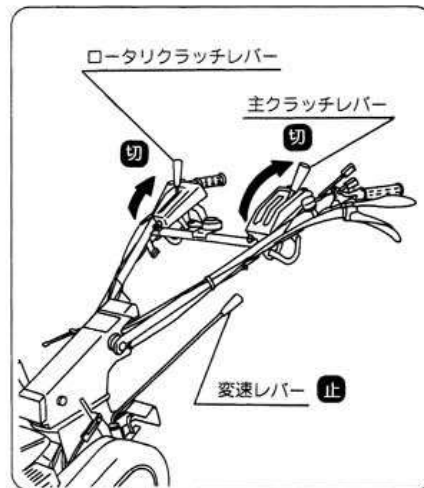

図22
- ① 主クラッチレバーを手前に引いて〔切〕位置にしてください。(図22)
- ② 変速レバーを〔止(N)〕位置にしてください。(図22)
- ③ ロータリクラッチレバーを手前に引いて〔切〕位置にしてください。(図22)
- ④ スロットルレバーを〔低速(L)〕位置にしてください。
- ⑤ 坂道や傾斜地では、安全のために車止めを車輪の前後に置いてください。